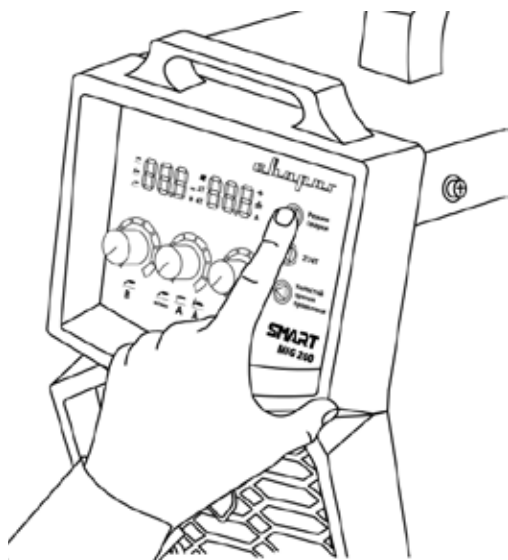

Рис. 11.5. Выбор способа сварки.
4. Перейдите в режим MMA (См. рис. 7.1, п. 6) на передней панели сварочного аппарата (См. рис. 11.5).